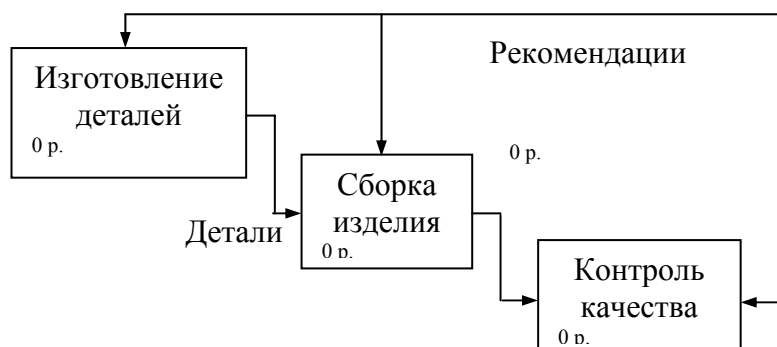

Рис. 37. Обратная связь по управлению
**Обратная связь по управлению (output–control feedback),** когда выход нижестоящей работы направляется на управление вышестоящей (стрелка **"Рекомендации"**, рис. 37). Обратная связь по управлению часто свидетельствует об эффективно-
сти бизнес–процесса. В случае, изображенном на рис. 37, качество изделия может быть повышено путем непосредственного регулирования процессами изготовления деталей и сборки изделия в зависимости от результата (выхода) работы "Контроль качества".